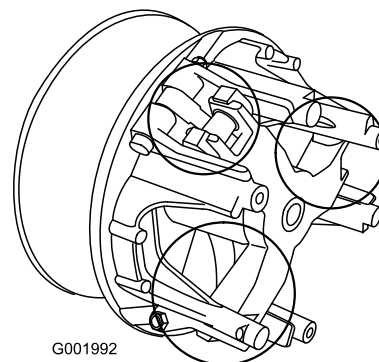

Figura 56
5. Lubrique las piezas en movimiento en las zonas indicadas en Figura 56 usando Spray Lubricante Seco Toro, disponible a través de su Distribuidor o Consesionario Autorizado Toro.